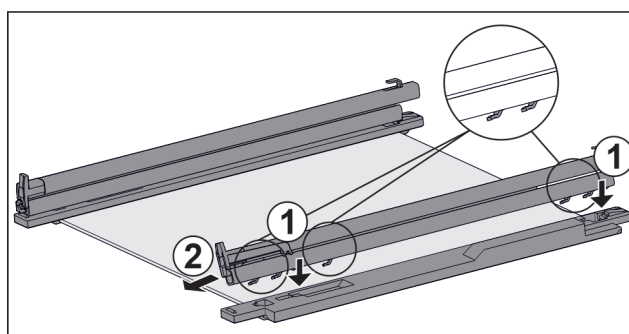

Fig. 154 Tablette en verre avec rails et pièces de retenue
- ▶ Placer les crochets du rail sur les ouvertures de la pièce de retenue de **gauche**. Fig. 154 (1)
- ▶ Tirer le rail vers l'avant. Fig. 154 (2)
- ▶ Placer les crochets du rail sur les ouvertures de la pièce de retenue de **droite**. Fig. 154 (1)